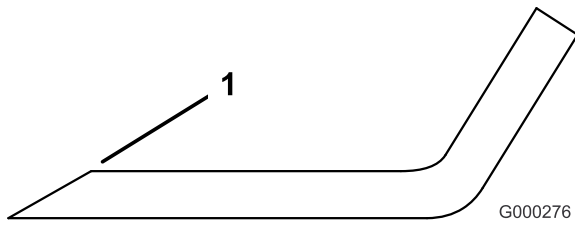

Figure 60
1. Au moyen d'une lime, aiguissez les tranchants aux deux extrémités de la lame (Figure 60). Veillez à conserver l'angle de coupe d'origine. Limez la même quantité de métal sur chacun des deux tranchants pour ne pas déséquilibrer la lame.